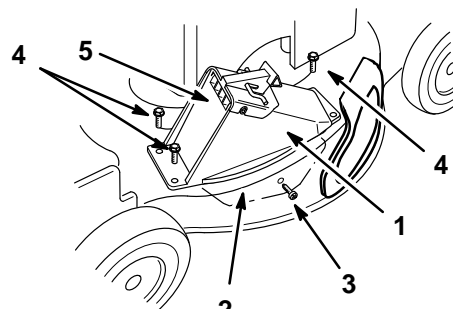

Figure 4
1. Oeillets (4)
6. Insérer la patte du conduit d'éjection dans le carter de tondeuse (Fig. 4).
7. Faire correspondre les perforations du conduit d'éjection et les oeillets du carter de tondeuse (Fig. 4).
8. Faire correspondre la perforation de la patte du conduit et la perforation latérale du carter de tondeuse (Fig. 4).
9. Insérer la vis autotaraudeuse fournie avec le sac de ramassage dans la perforation latérale du carter de tondeuse et dans la patte, et serrer la vis partiellement (Fig. 4).
10. Fixer le conduit d'éjection au carter de tondeuse à l'aide des trois boulons fournis avec le sac de ramassage (Fig. 4).
13. Ouvrir et fermer le volet d'éjection pour s'assurer qu'il peut se mouvoir librement (Fig. 4).